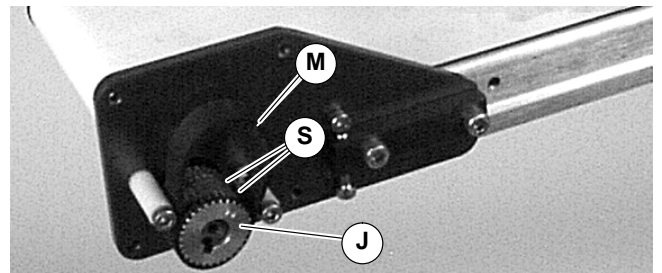

Abbildung 6
- Abtriebszahnscheibe installieren (J siehe Abbildung 6). Zwei (2) Stellschrauben mit 3,7 Nm festziehen.
- Zahnriemen (M siehe Abbildung 6) über Abtriebszahnscheibe (J) und zwischen Spurkranz (S) legen.